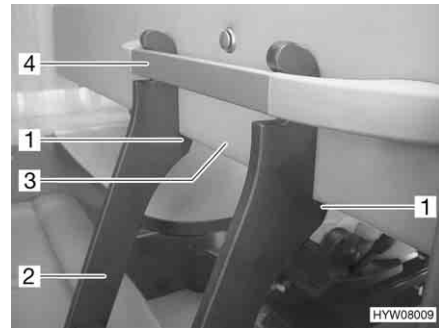

Fig. 96 Scaletta di accesso correttamente posizionata
- Spingere in avanti l'estremità inferiore della scaletta di accesso finché il diaframma (Fig. 96,3) del letto basculante si trova bloccato sui supporti (Fig. 96,1) sulla scaletta di accesso (Fig. 96,2).
- Staccare la scaletta di accesso (Fig. 96,2) dalla barra di presa (Fig. 96,4) nel letto basculante.